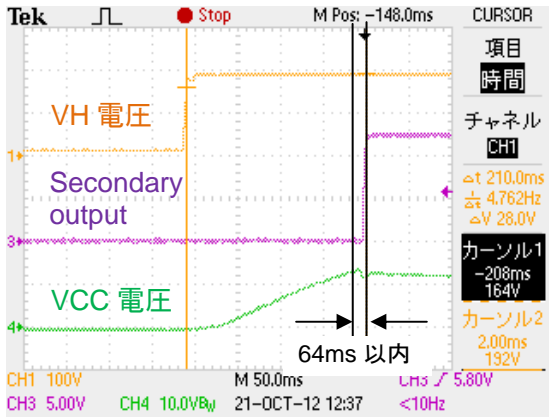
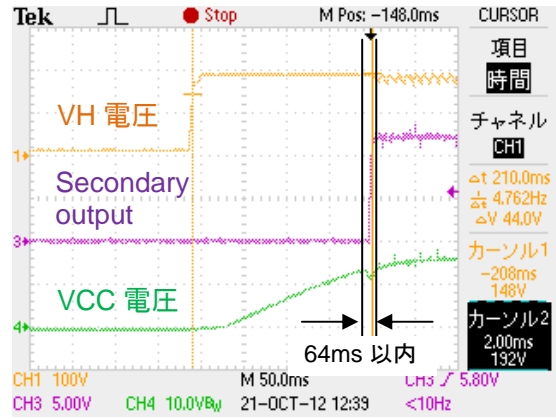

Figure 9. 無負荷時起動波形
Figure 10. 重負荷時起動波形
- 参考例として、起動時波形を Figure 9 と Figure 10 に示します。